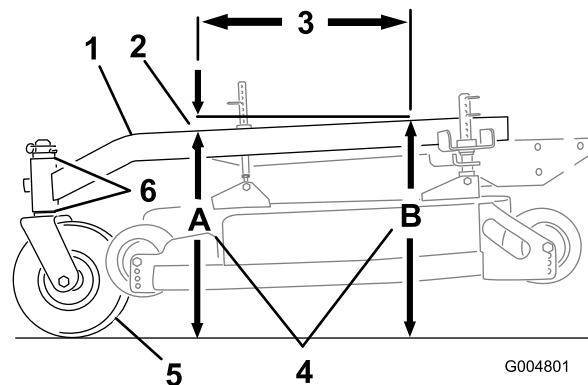

Bild 56
Über die Länge von 61 cm muss der Trägerrahmen eine Neigung von 3 bis 9 mm aufweisen (Bild 56).
1. Messen Sie eine Länge von 61 cm auf dem Trägerrahmen (Bild 56).
2. Messen Sie die Höhe des Trägerrahmens an Stelle **A** (Bild 56).
3. Messen Sie die Höhe des Trägerrahmens an Stelle **B** (Bild 56).
4. Die Höhe an Stelle **A** muss 3–10 mm niedriger sein als an Stelle **B** (Bild 56).
5. Bewegen Sie bei einer falschen Einstellung des Trägerrahmens die Distanzstücke an den Laufrädern, bis eine Neigung von 3 bis 10 mm besteht (Bild 56).